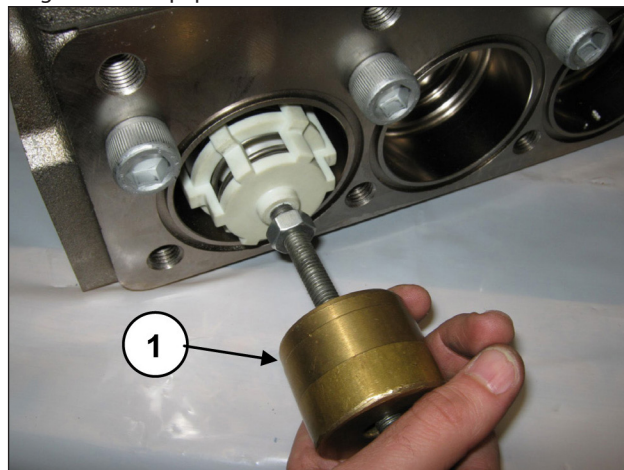

Fig. 144
Extraire l'ensemble de la soupape d'aspiration à l'aide d'un extracteur à inertie (réf. 27516400) à appliquer sur le trou M10 du guide de soupape (rep. ①, Fig. 144) ou, en complément, un adaptateur M10-M16 (réf. 25089700) à fixer sur le filetage M16 du guide de soupape.